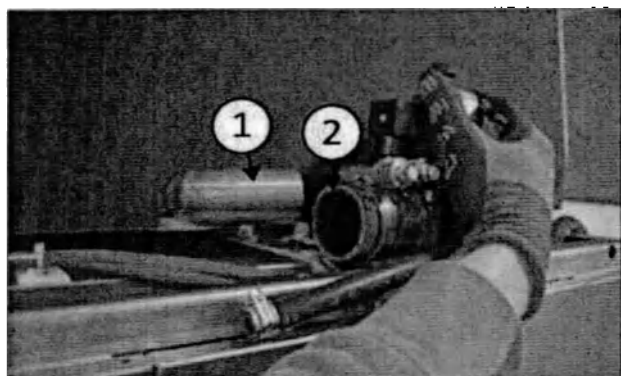

Рис. 6.8
5) Вставьте боковой патрубок бойлера воды (1 Рис. 6.8) в трубу слива воды (2 Рис. 6.8).